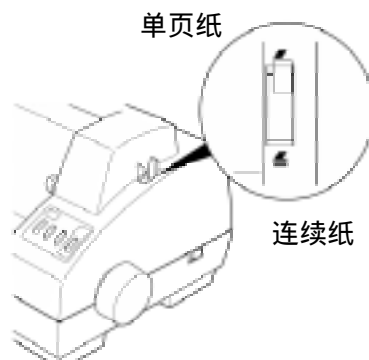

图 3-11 设置过纸控制杆
2. 请将过纸控制杆置于单页纸档位置。如图 3-11 所示。